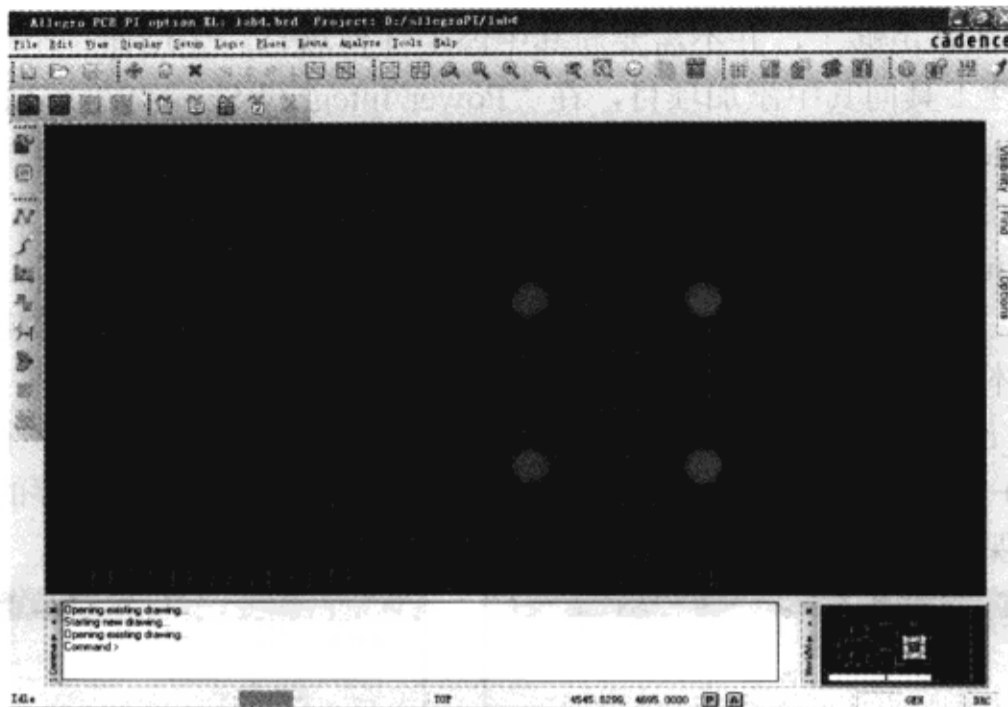

图 10-6-4 打开 PCB 文件
(2) 打开 D:/allegroPI/lab4 文件夹, 双击 lab4.brd 打开这个 PCB 文件, 在 Allegro PCB PI option XL 窗口中会显示 lab4.brd 电路板文件, 如图 10-6-4 所示。